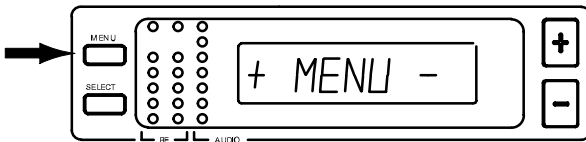

ABBILDUNG 11
- Die MENU-Taste drücken. Die „+ MENU -“Anzeige erscheint (Abbildung 11).